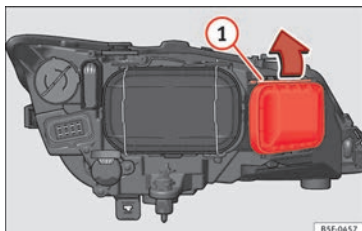

Bild 108 Glödlampa för helljusstrålkastare
- För öglorna » **bild 108** ① i pilens riktning och ta bort locket.